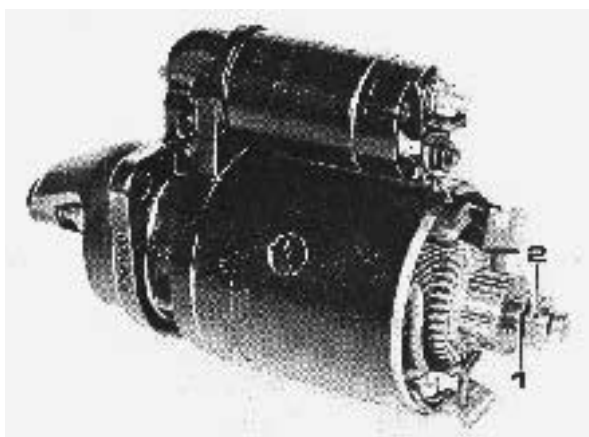

Bild H2 Startmotor med demonterad borstbrygga
OBS! Brickorna enligt bild H2. Då borstbryggan lyfts bort följer minusborstarna med, men plusborstarna blir kvar i fältlindningen.
1. Montera brickorna på rotoraxeln enligt bild H2.